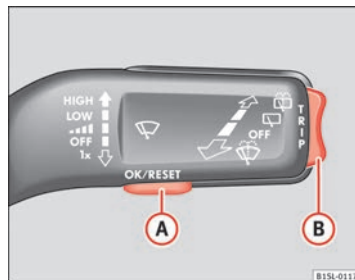

Fig. 11 Manípulo da limpa pára-brisas: botão (A) para confirmar as opções da indicação, e botão basculante (B) para mudar as opções de indicação.
⑥ **Botão de acerto do relógio.**
- Para aceder à indicação da hora pressione a extremidade superior ou inferior do botão basculante ⇒ Fig. 11 ⑧.
- Caso seja visualizada uma mensagem ou o pictograma do veículo, pressione o botão [OK/RESET] (⇒ Fig. 11 (A)).
- Pressione brevemente a parte inferior do botão basculante (B) até que apareça a opção da indicação desejada.